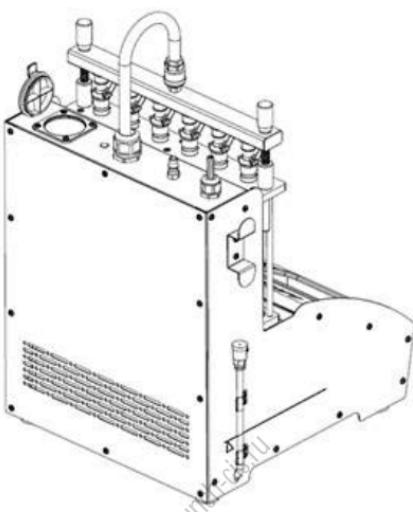

Рис. 4.1
- 2) Проверьте уровень тестовой жидкости и при необходимости произведите дозаправку. Для этого откройте крышку заливной горловины и залейте 2000 мл тестовой жидкости (внимательно следите за уровнем жидкости, чтобы исключить ее перелив), как показано на рис.4.1.
- ① *Тестовая жидкость используется для проверки баланса производительности и факела распыла, испытания на утечку, проверки расхода впрыска и автоматической проверки. Для ультразвуковой очистки используется специальная очищающая жидкость. Обе жидкости не входят в комплект поставки аппарата и приобретаются отдельно.*